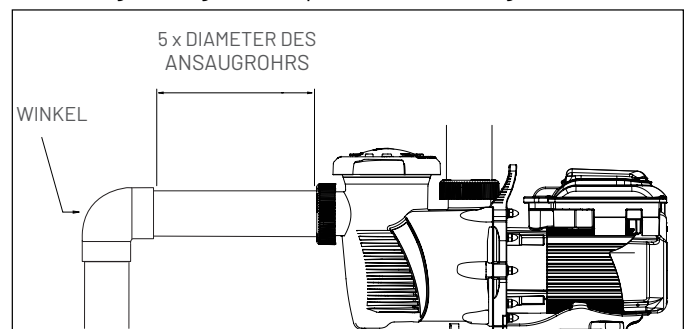

Abbildung 2: Empfohlene Verrohrung
4. Pentair empfiehlt für die meisten Installationen den Einbau eines Ventils sowohl auf der Pumpenan- saugseite als auch in der Rücklaufleitung, damit die Pumpe während einer vorgesehenen Wartung isoliert werden kann. Wir empfehlen jedoch auch, ein Ventil, einen Winkel oder ein T-Stück in der Ansaugleitung nicht näher an der Vorderseite der Pumpe zu montieren, als in einem Abstand, der dem fünf- fachen (5) Diameter der Ansaugleitung entspricht. Das Rohr sollte in der Nähe des Saug- und Druck- stutzens der Pumpe abgestützt werden, um die Belastung auf die Pumpe zu verringern. Die Rohrverbindungen nicht zu fest anziehen. Verwen- den Sie nur Dichtstoffe für Kunststoffe. Verwenden Sie keine Produkte auf Erdölbasis. Die Saugleitung muss unbedingt dicht sein. Die Saugleitung muss immer mindestens die gleiche Größe haben wie die Saugöffnung der Pumpe. Siehe Abbildung 2.